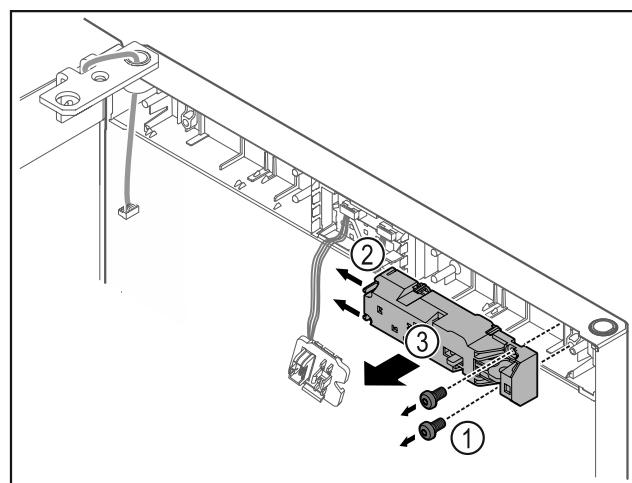

Fig. 23
- Odstráňte skrutky Fig. 23 (1).
► Potlačte výstupky Fig. 23 (2) do strany a odoberte diaľkový zámok Fig. 23 (3).